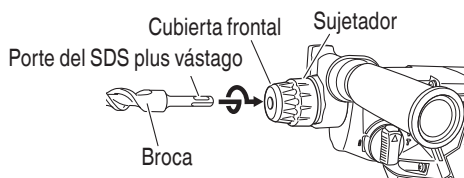

Fig. 7
3. Montaje de la broca (Fig. 7, 8)
- (1) Limpie la parte de la espiga de la broca de taladro.
- (2) Introduzca la broca de taladro en el portaherramienta, retorciéndola hasta que quede enclavada. (Fig. 7)